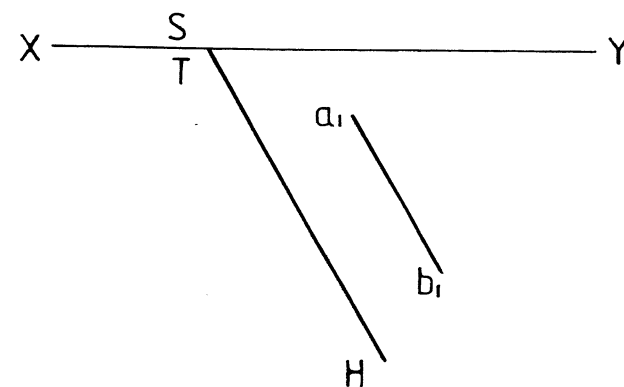

FIG. 1.3
- 1.3 Determine the VT and the front view of line segment AB lying in the oblique plane in FIG.1.3 if the true angle between the oblique plane and the HP = 40°.
- 1.3 Bepaal die VS en die vooraansig van lynstuk AB wat in die skuinsvlak lê in FIG. 1.3 indien die ware hoek van die skuinsvlak t.o.v. die HV = 40°.